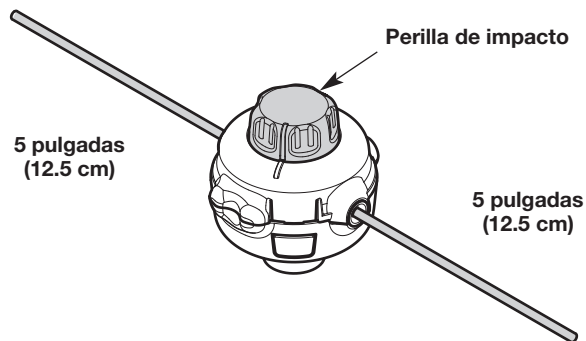

Fig. 25
5. Gire la perilla de impacto para enrollar el hilo hasta que sobresalga aproximadamente 5 pulgadas (12.5 cm) de cada lado del cabezal de corte (Fig. 25).